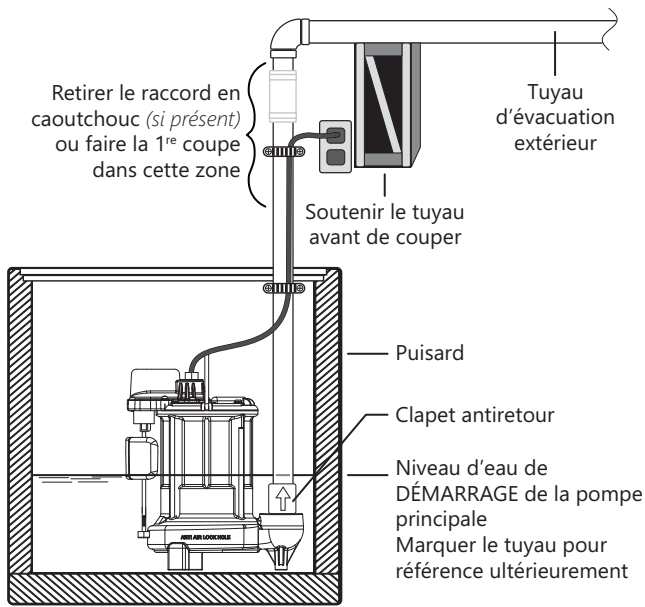

Figure 3. Marquer et couper le tuyau
- ◆ Pour éviter toute blessure à la suite d'un affaissement de la plomberie, il faut soutenir le tuyau au-dessus du point de séparation avant de le couper ou de le démonter. Voir la Figure 3.
1. Localiser le niveau d'eau de DÉCLENCHEMENT de la pompe d'assèchement principale. Marquer cet endroit sur le tuyau d'évacuation. Voir la Figure 3.
- Pour les installation sans raccords en caoutchouc, couper le tuyau d'évacuation en PVC à un niveau adéquat sous le plancher du sous-sol. Un nouveau raccord en caoutchouc est nécessaire pour le réassemblage. Voir la Figure 3. Avis : le tuyau d'évacuation sera rempli d'eau. Évacuer cette eau du tuyau d'évacuation. Garder la zone de travail sèche.